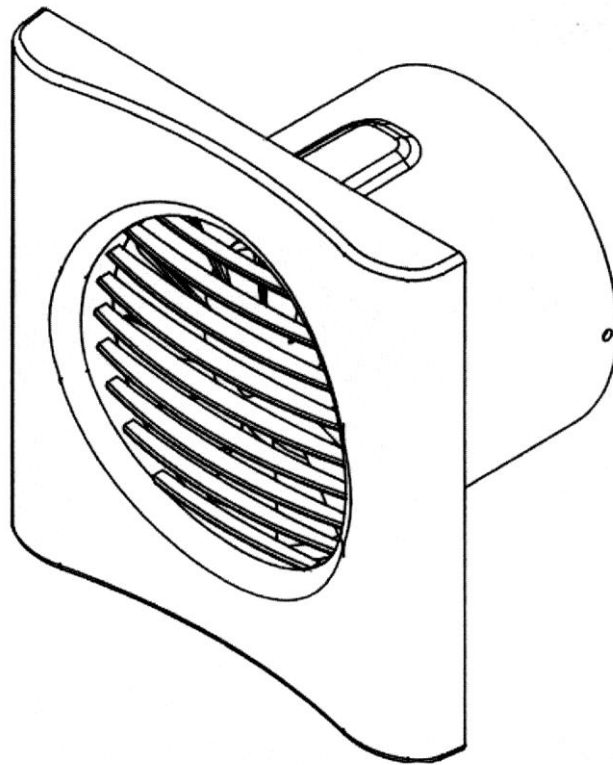

Fig.1
- Fig. 1 – przedstawia widok przestrzenny wentylatora z przodu,
Zasadniczymi cechami zgłaszanego wentylatora osiowego (Fig. 1 – Fig. 8) jest jego oryginalny kształt oraz funkcjonalne rozmieszczenie jego poszczególnych elementów.
Cechy istotne wentylatora osiowego uwidocznionego na Fig. 1 – Fig. 8: